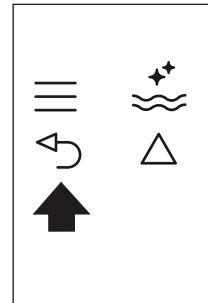

Fig. 25
- Apăsați de două ori pictograma  (B6) (Fig. 25) pentru a ieși din meniu.